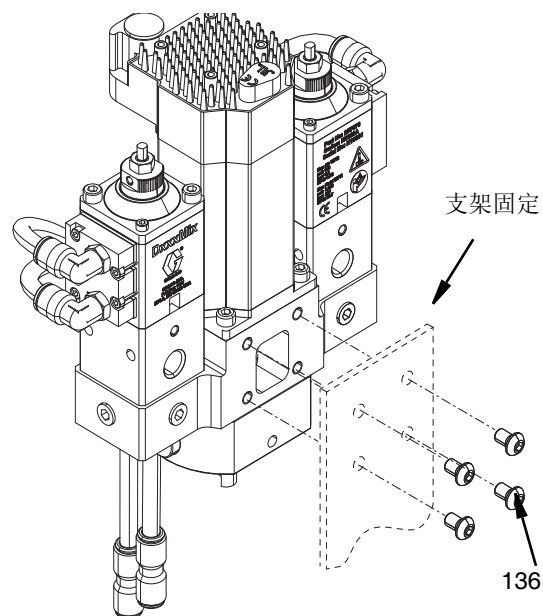

图 26
拧下四颗 **M6-1.0 x 10** 螺丝 (136)，从安装夹具上卸下 **Voltex** 动态混合阀。参见图 26。